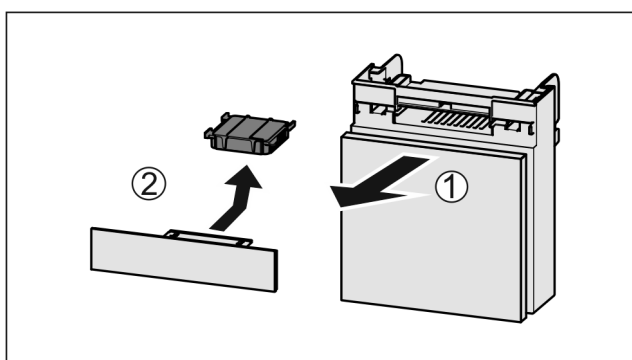

Fig. 99
- Fach nach vorne herausziehen Fig. 99 (1).
- Aktivkohlefilter entnehmen Fig. 99 (2).